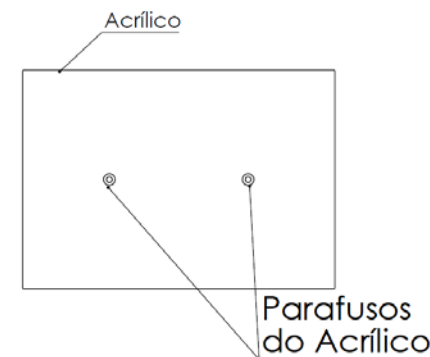

Figura 1: Identificações dos componentes, parte frontal.
Passo 2: Para fixar a luminária, primeiramente retire os parafusos de fixação do acrílico, vide figura 1.